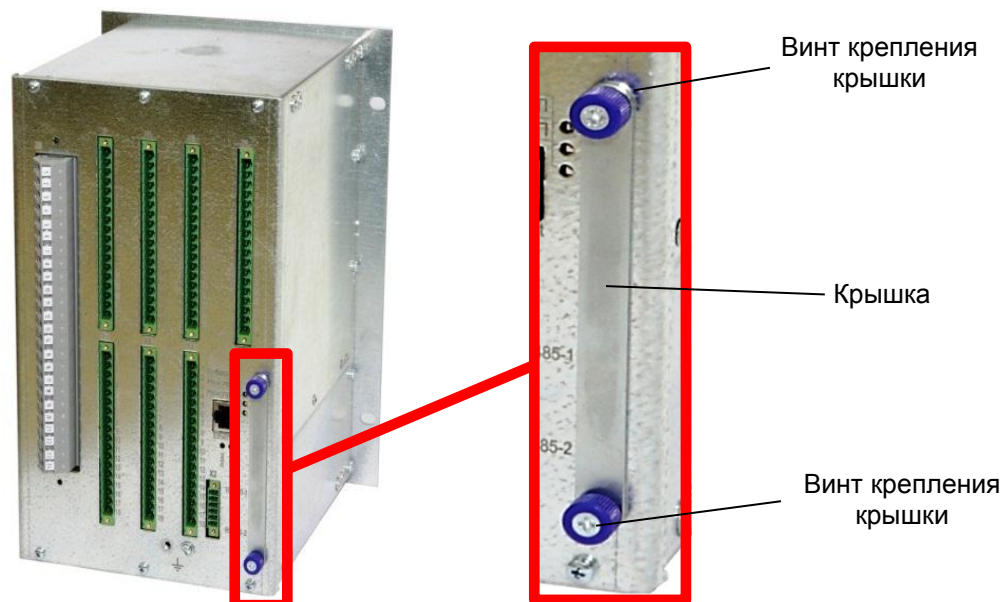

Рисунок 15 – Крышка карты памяти и элемента питания терминала с блоком логики типа Л263Х, Л266ХА, Л277ХА
Примечание – Задняя плата терминала может содержать отверстие для извлечения элемента питания (см. рисунок 15). В этом случае, снятие задней платы терминала не требуется. Необходимо открутить два винта, снять крышку, закрывающую отверстие, и извлечь элемент питания.
4.1.4.4 В блоках логики типов Л263Х, Л266ХА, Л277ХА слот с картой памяти расположен на краю внешней стороны блока и задняя плата терминала содержит отверстие для извлечения карты (см. рисунок 15). В этом случае, снятие задней плиты терминала не требуется. Необходимо открутить два винта, снять крышку, закрывающую отверстие, и извлечь карту памяти.